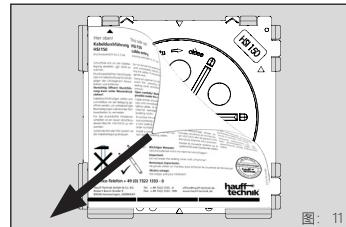

图: 11
- 如有必要, 请在安装系统盖之前立即将密封包上的保护膜完全去除 (事先稍微加热以便于去除) (见图: 11) !